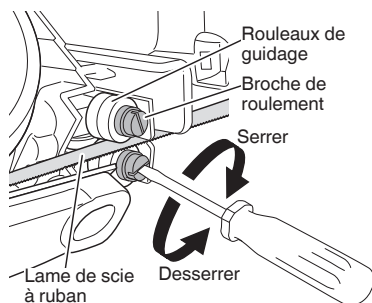

Fig. 16
4. Contrôle des supports de rouleaux de guidage de la lame de scie à ruban et réglage des espaces (Fig. 16)